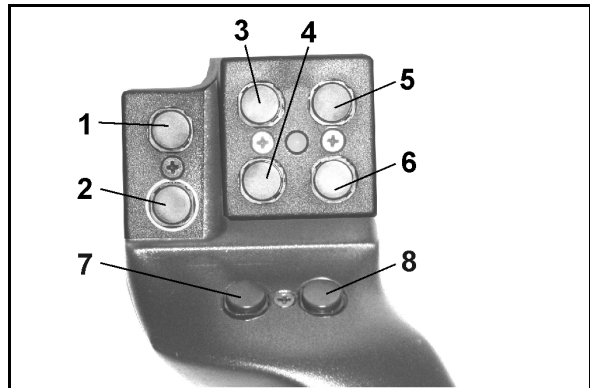
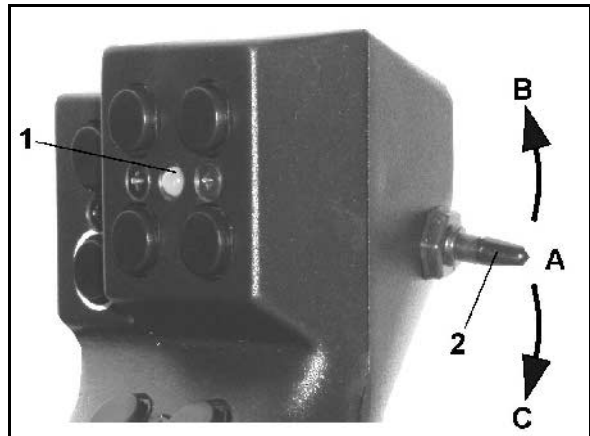

Fig. 75
Fig. 76
AMATRON⁺ kullanımı için çok fonksiyonlu kol (Fig. 75) 8 tuşa (1 - 8) sahiptir. Bunun dışında şalter (Fig. 76/2) aracılığıyla tuşların döşenişi 3 kez değiştirilebilir.
- orta konumdadır (Fig. 76/A) ve
- yukarı (Fig. 76/B) veya
- aşağı (Fig. 76/C) hareket ettirilebilir.
Şalterin konumu bir LED lambasıyla (Fig. 76/1) gösterilir.